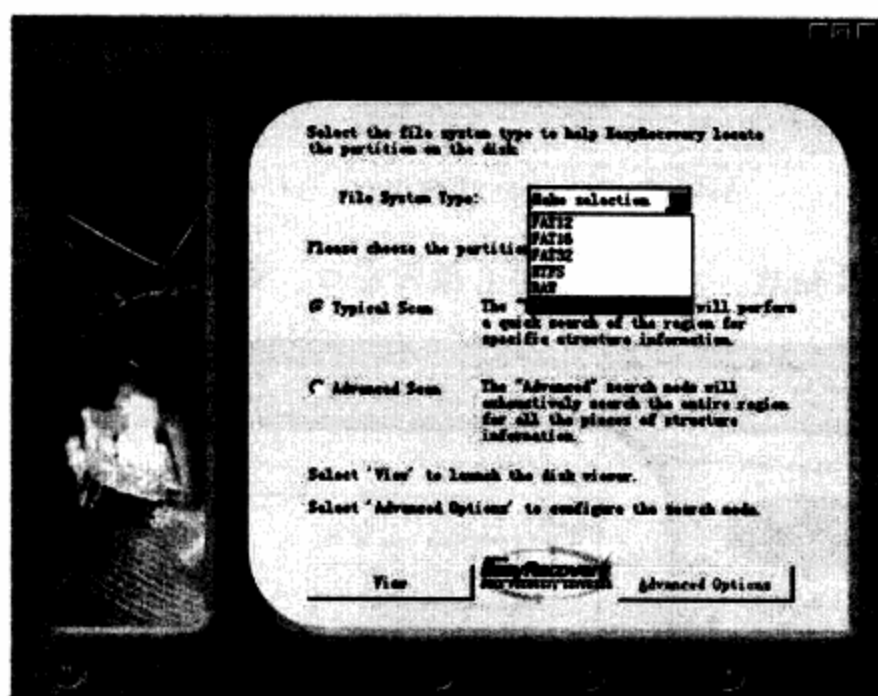

图12-7 选择文件系统类型和分区扫描模式对话框
**步骤 01** 单击Next按钮进入下一个界面。如图12-7所示。
此时，可在图12-7中选择文件系统类型和分区扫描模式。文件系统类型有FAT12、FAT16、FAT32、NTFS和RAW可供选择。其中，RAW模式是用于修复无文件系统结构信息的分区，选择该模式将对整个分区的扇区一个个地进行扫描，可以找回保存在一个簇中的小文件或连续存放的大文件。